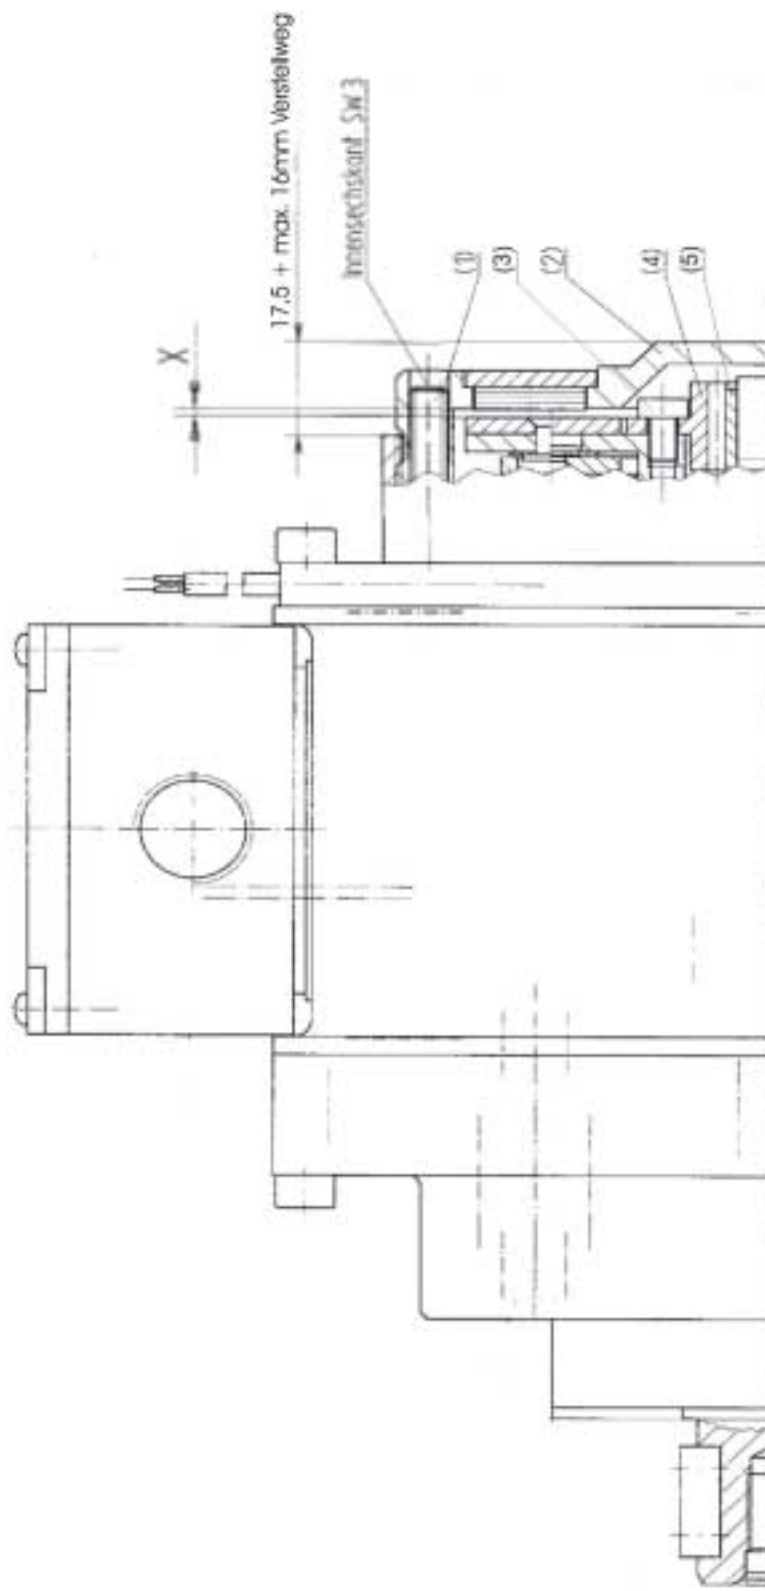

Abb. 26
6.1.1 Freilaufstellungsänderung (s. Abb. 26)
- Gewindestift (1) lösen und Gewindedeckel (2) herausdrehen.
- Die drei Zylinderschrauben (3) herausschrauben.
- Hülsenfreilauf mit Mitnehmerflansch (4) von dem Innenring (5) nehmen, diesen um 180° drehen und wieder auf dem Innenring (5) schieben.
- Hülsenfreilauf mit Mitnehmerflansch (4) mit drei Zylinderschrauben (3) wieder verschrauben (Anzugsmoment $M_a = 6 \text{ Nm}$).
- Gewindedeckel (2) montieren und Schließgeschwindigkeit einstellen.
- Gewindestift (1) anziehen (Anzugsmoment $M_a = 10 \text{ Nm}$).
6.1.2 Schließgeschwindigkeitseinstellung (s. Abb. 26)